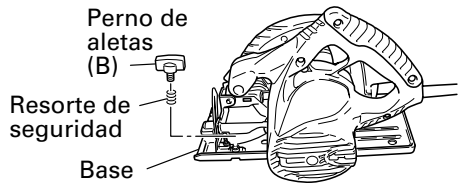

Fig. 12
3. Regulación de la guía (Guía de corte) (Fig. 12, 13)